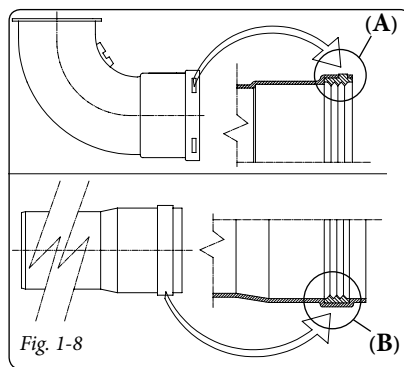

Fig. 1-8
• **Posizionamento delle guarnizioni (di colore nero) per fumisteria "serie verde".** Prestare attenzione ad interporre la guarnizione corretta (per curve o prolunghe) (Fig. 1-8):
- guarnizione (A) con tacche, da utilizzare per le curve;
- guarnizione (B) senza tacche, da utilizzare per le prolunghe.